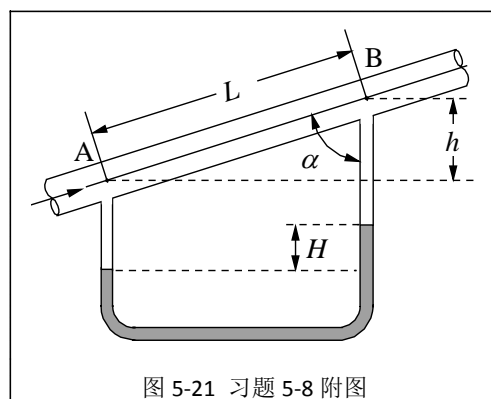

图 5-21 习题 5-8 附图
**5-8** 一毛细管流量计如图 5-21 所示。温度为 293K 的水流过直径  $D=0.254\text{mm}$  倾斜毛细管，压差计中指示剂为  $\text{CCl}_4$ ，其密度  $\rho_m=1594\text{ kg/m}^3$ 。已知 293K 时水的粘度  $\mu=100.42 \times 10^{-5}\text{ Pa}\cdot\text{s}$ ，密度  $\rho=998.2\text{ kg/m}^3$ ，测压点 A、B 之间的距离  $L=3.048\text{m}$ ，指示剂界面高差  $H=25.4\text{mm}$ 。试求通过毛细管的质量流量  $q_m$ 。（注意：只需测出  $H$  和  $L$  就可确定流量，即不必测量毛细管倾斜角。为什么？）